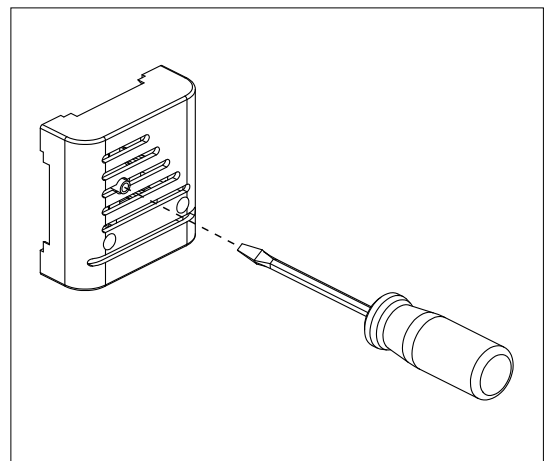

Abbildung 17. Reaktivierung des Überhitzungsschutzes
- Der Überhitzungsschutz des Ofens wurde ausgelöst: **Die Ursache für das Auslösen des Überhitzungsschutzes muss ermittelt werden!** Der Überhitzungsschutz kann durch Drücken des Temperatursensors reaktiviert werden (Abbildung 17).